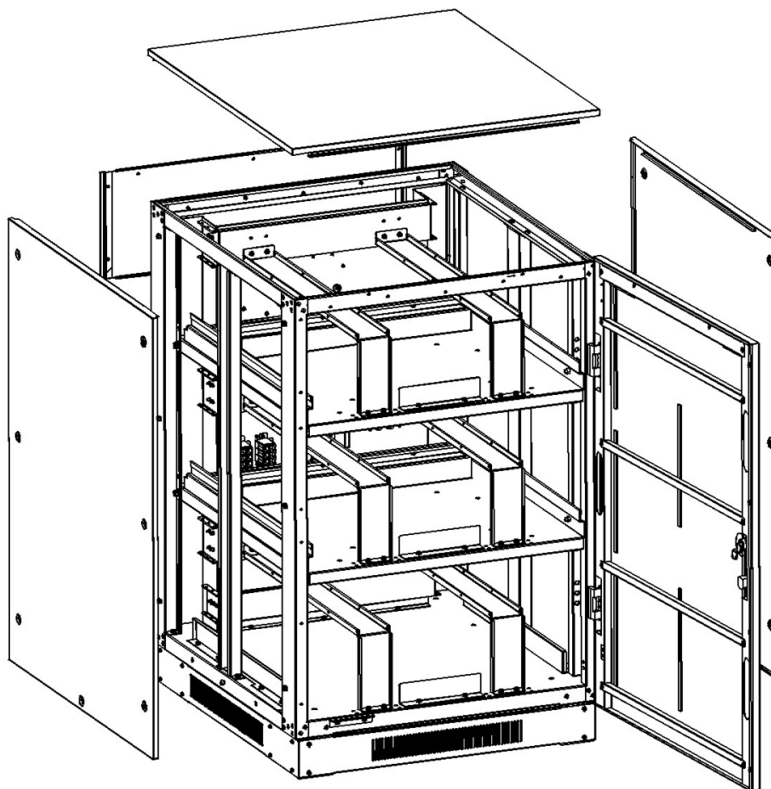

Figura 5-7
2. Retire las placas superior, lado derecho y lado izquierdo (Figura 5-7).